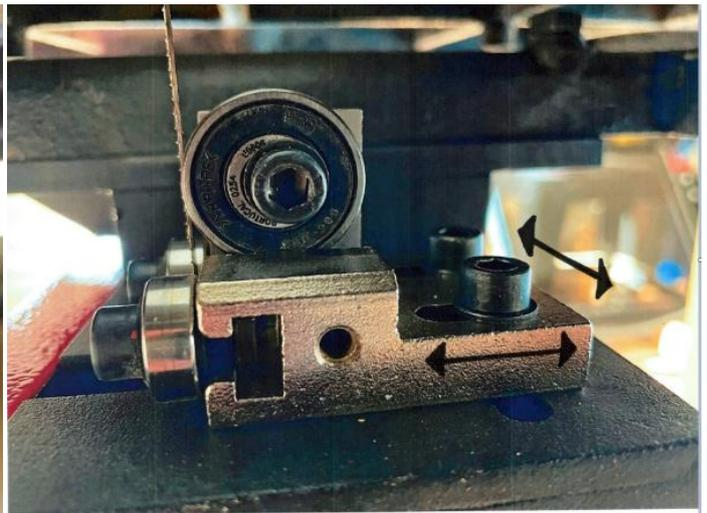

Figure 24
- Gleichzeitig die Führung vorschieben, bis der Rücken des Laubsägeblatts IN der Nut (LINKS) des Lagers geführt wird (Fig 24).